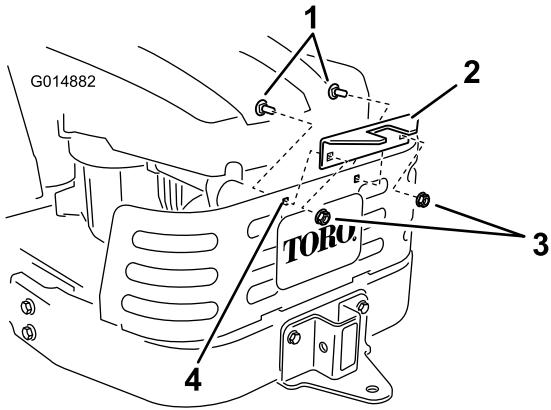

Figure 12
4. Montez le cadre du collecteur sur le support. Fixez le cadre du collecteur avec un axe de chape (1/2 x 2-1/4") et une goupille fendue (Figure 12).